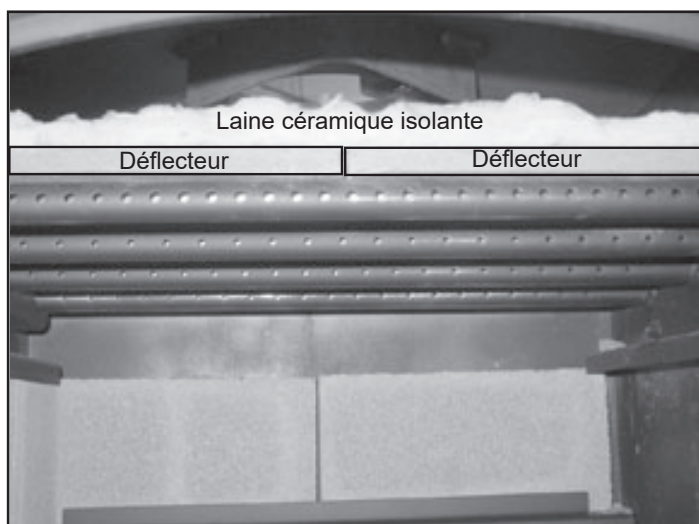

Figure 27.2
4. Réinstallez-le en procédant dans l'ordre inverse. Contrôlez que la plaque-défecteur et la laine céramique sont en place (**Figure 27.2**).